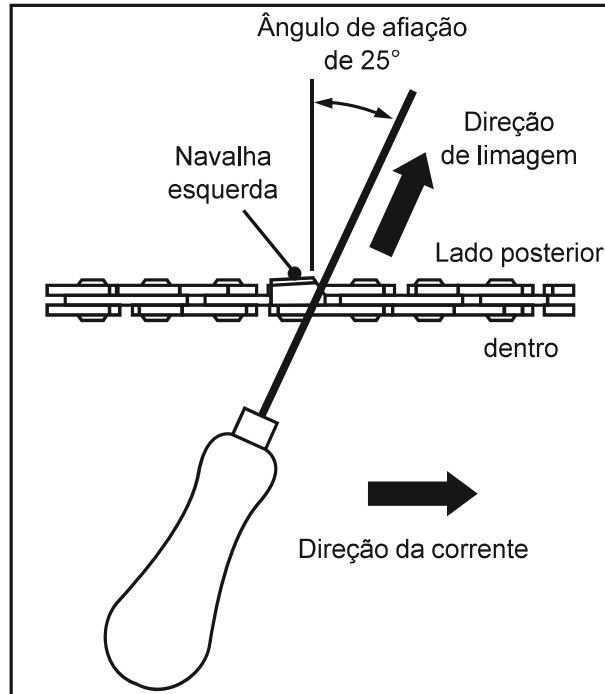

Fig. 40
5. Lime num ângulo perpendicular à guia e num ângulo de 25° em relação à direção de deslocamento (Fig. 40).